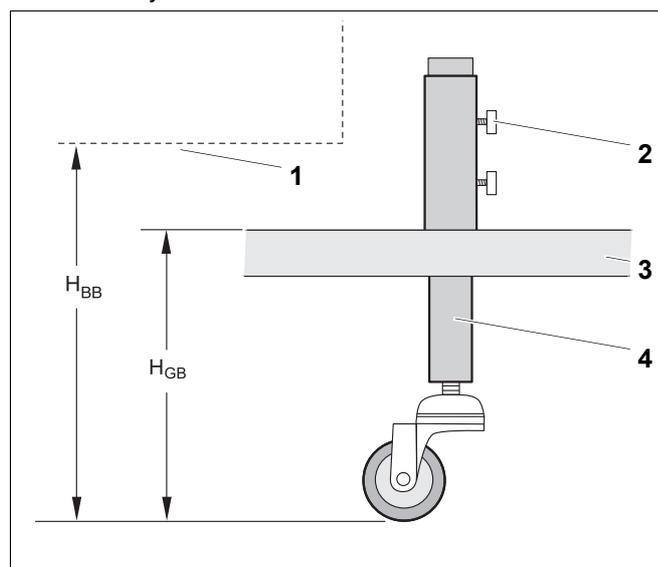

Рис. 5 Монтаж опор
- Сначала определите расстояние $H_{ВВ}$ от нижнего края горелки (рис. 5, [1]) до пола котельной.
- Вставьте опоры (рис. 5, [1]) снизу в направляющие опорной плиты (рис. 5, [1]) и закрепите винтами (рис. 5, [1]).
Расстояние от верхнего края опорной плиты до пола $H_{ГВ}$ должно быть меньше $H_{ВВ}$ (рис. 5).